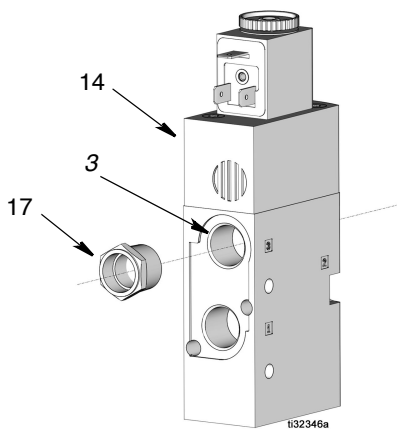

图 28
- 从电磁阀 (14) 中的 3 号端口中取出消音器 (17) (图 28)。
- 将消音器 (17) 安装在新电磁阀 (14) 中的 3 号端口中 (图 28)。